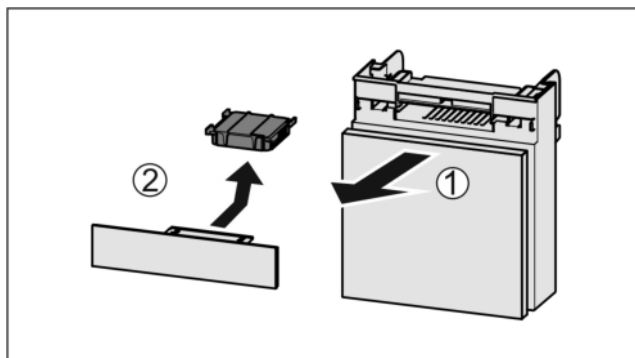

Fig. 57
- Fach nach vorne herausziehen Fig. 57 (1).
- Aktivkohlefilter entnehmen Fig. 57 (2).